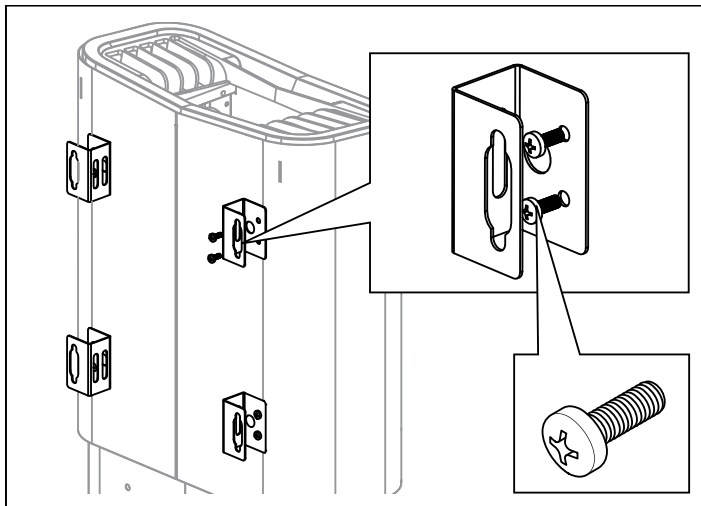

Abbildung 7: Montage der Halterungen an der Heizung
5. Lösen Sie die ersten beiden Schrauben auf der Rückseite der Heizung und schrauben Sie eine der vier Halterungen daran fest. Wiederholen Sie den Vorgang, bis alle Halterungen montiert sind (siehe Abb. 7).